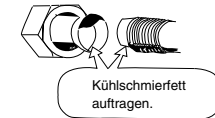

Abb. 5-4
- (1) Vor der Verwendung der Leitungen diese mit einer Abdeckkappe oder wasserdichtem Klebeband versehen, damit kein Wasser oder Verschmutzung in die Leitungen gelangen kann.
- (2) Vor dem Herstellen von Rohrleitungsanschlüssen unbedingt Kühlschmiermittel (Etheröl) auf das Innere der Überwurfmutter auftragen. Dies dient dazu, Gaslecks zu verhindern. (Abb. 5-4)